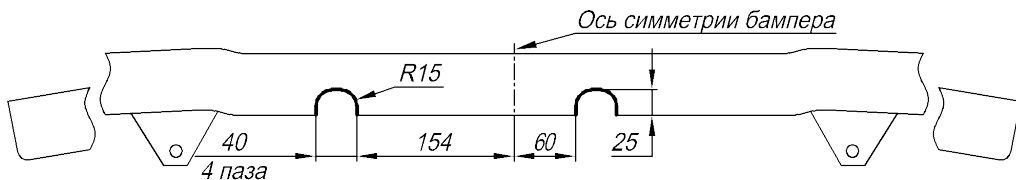

Рис.2. Схема доработки бампера.
5. Вырезать в полках бампера пазы для установки стяжек (см. рис. 2)